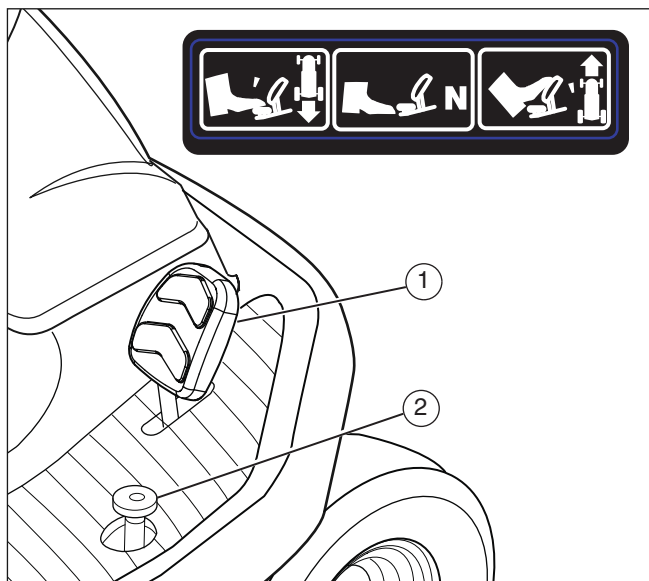

Abbildung 14
4. Langsam das Vorwärtsfahrgeschwindigkeitspedal (1) drücken, um die Vorwärtsfahrt zu aktivieren (siehe **Abbildung 14**).
2. Den Fuß vom Vorwärtsfahrgeschwindigkeitspedal (1) nehmen (siehe **Abbildung 14**).
3. Langsam das Rückwärtsfahrgeschwindigkeitspedal (2) drücken, um die Rückwärtsfahrt zu aktivieren.
1. Den Fuß langsam vom Vorwärtsfahrgeschwindigkeitspedal (1) oder Rückwärtsfahrgeschwindigkeitspedal (2) nehmen (siehe **Abbildung 14**). Das Vorwärtsfahrgeschwindigkeitspedal oder Rückwärtsfahrgeschwindigkeitspedal kehrt automatisch in die Stellung NEUTRAL zurück.
3. Das Fahrgeschwindigkeitspedal in die Stellung NEUTRAL bringen (siehe **Abbildung 14**).
4. Um schneller zu fahren, das Fahrgeschwindigkeitspedal auf eine schnellere Geschwindigkeit einstellen (siehe **Abbildung 14**).
5. Das Fahrgeschwindigkeitspedal in die gewünschte Stellung bringen (siehe **Abbildung 14**).